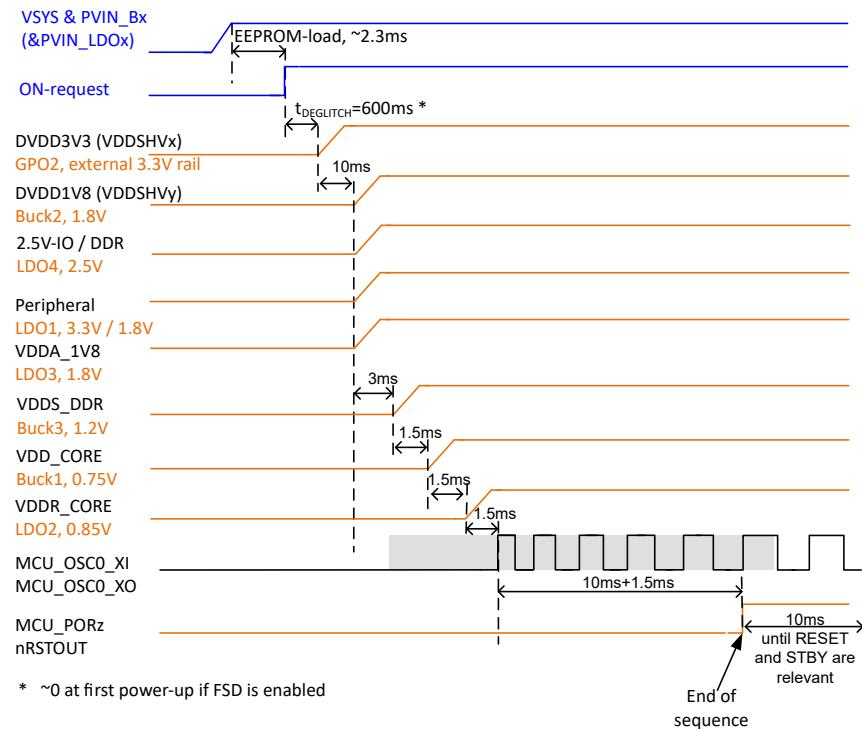
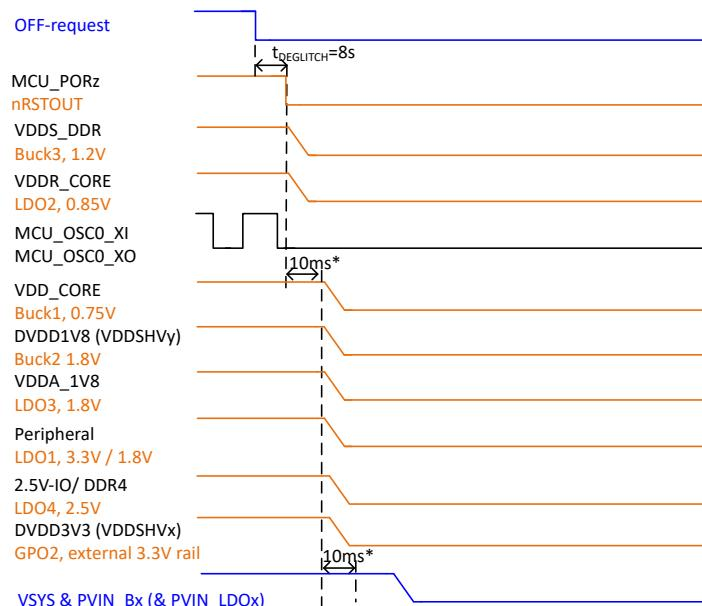

图 4-11. TPS6521903 上电序列
图 4-12. TPS6521903 断电序列
3.3V 来自前置稳压器，可与电源开关结合，为 3.3V VDDSHVx IO 域供电。GPO2 经过预编程，可在上电序列的第二个阶段启用，持续时间为 10ms。它可用于启用外部电源开关，满足处理器序列要求。必须为开关选择适当的电气规格，在第二个阶段的 10ms 内提供稳定的输出电压（在 PMIC 启动上电序列的下一阶段之前）。Buck3 用于为 VDDS_DDR 供电，并与 Buck2 的 1.8V 共同支持 DDR4 存储器所需的电压。GPIO 和 GPO1 是可自由使用的数字资源，默认情况下被禁用，可根据需要通过 I2C 启用。图 4-11 和图 4-12 展示了 TPS6521903 上编程的上电和断电序列。